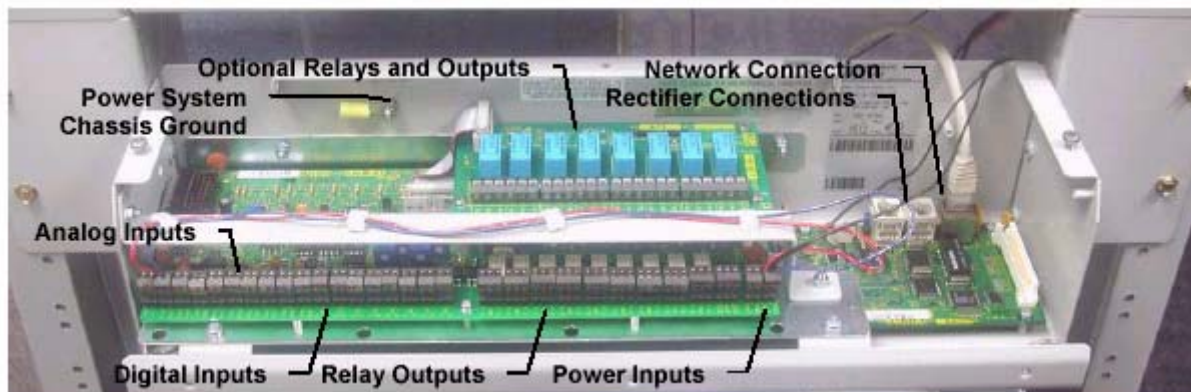

Рисунок 4 – Открытая передняя панель CXCR с соединениями
3. Ослабьте задние винты каркаса и снимите его заднюю панель (Рисунок 4).